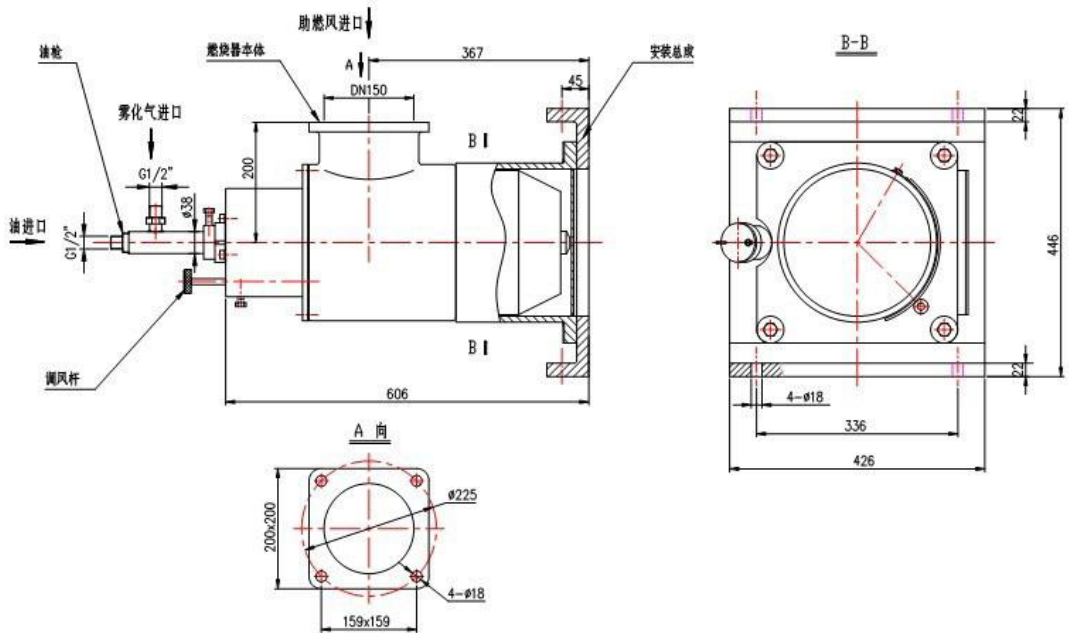

图 3、JDC-YJ150A 型燃烧器外形图及安装示意图
3. JDC-YJ150A 型技术性能参数：(外形安装图见图 3)